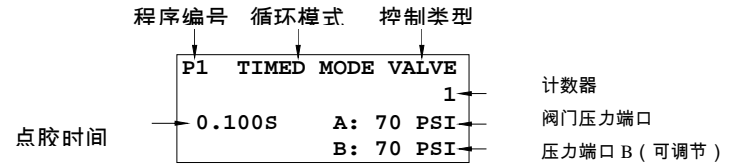

图 3.0
- 按“电源”按钮 (1) 启动设备。
- 同时按“模式”按钮 (2) 和“设置”按钮 (3)，直到显示屏的右上角出现“VALVE” (阀门)，如图 3.0 所示。